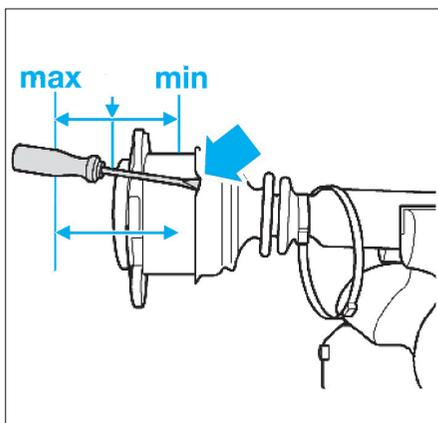

Fig. 8
- Placer le tripode à mi-course puis mettre le soufflet sur le boîtier (Fig.8).